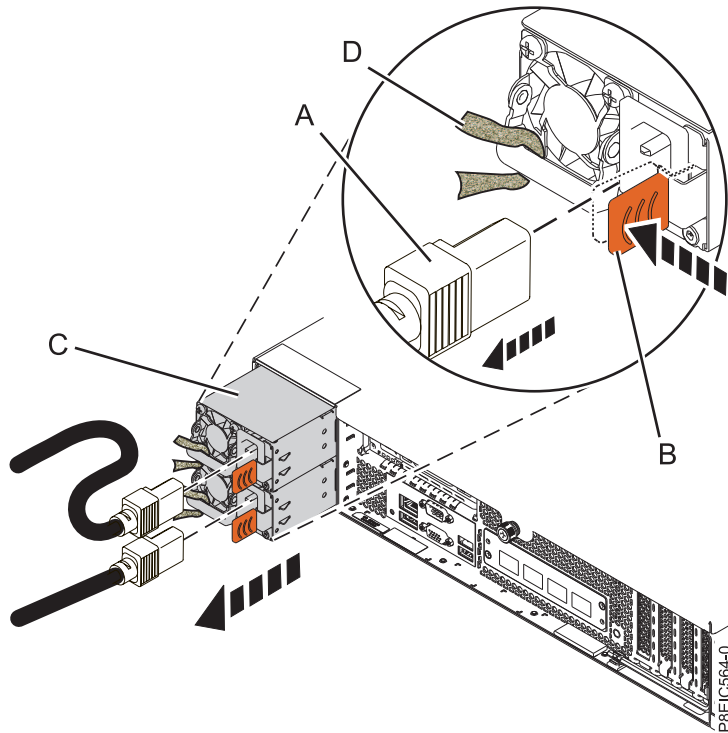

Figura 54. Extracción de una fuente de alimentación del sistema
- a. Para desenganchar la fuente de alimentación de su posición en el sistema, presione la pestaña de sujeción (**B**) en la dirección que se muestra. Consulte la Figura 54 en la página 88.